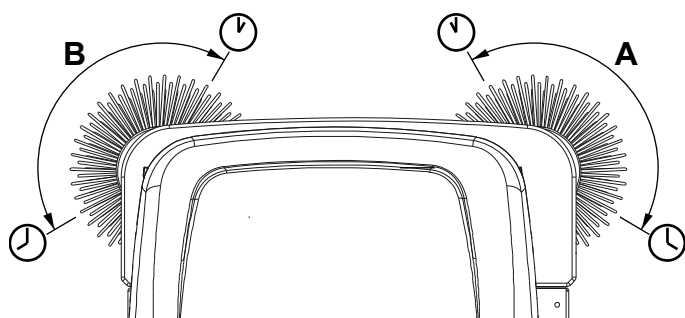

Figure 4
3. Tourner la clé de contact (66) et démarrer la machine.
4. Baisser le balai latéral au moyen du levier (52) et le laisser tourner pour 1 minute.
5. Lorsque les balais latéraux (9) (15, de série dans SR 1601 MAXI) sont baissés, leur extension et orientation doit se présenter comme indiqué dans la figure (A et B, Fig. 4).